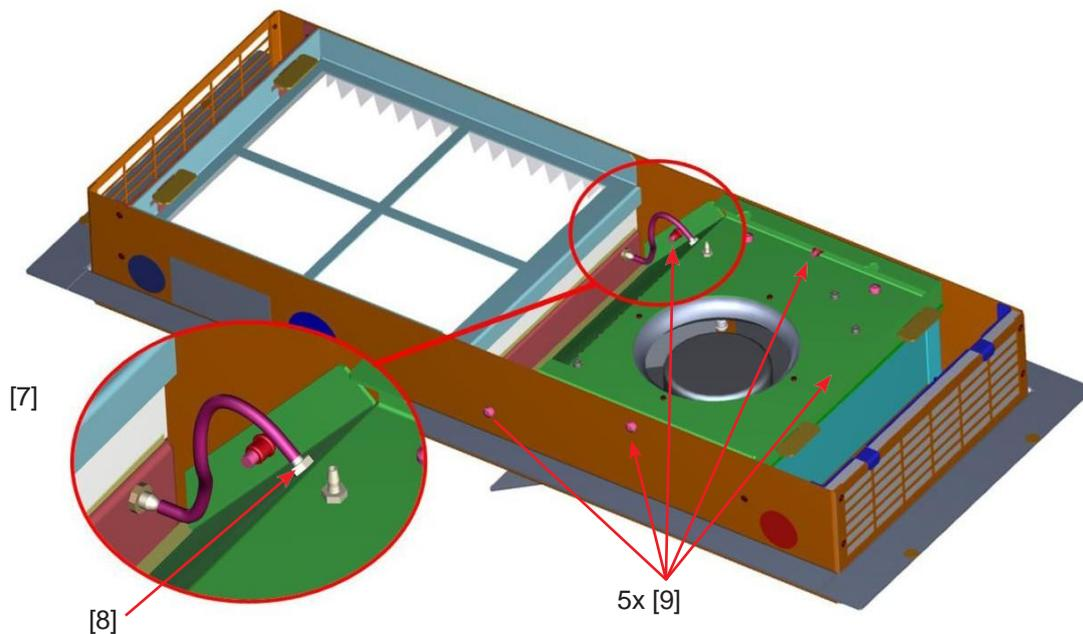

Abbildung 17: LAT ohne Deckel
- Schlauchverbindung ([8] - Abb. 17) wieder stecken